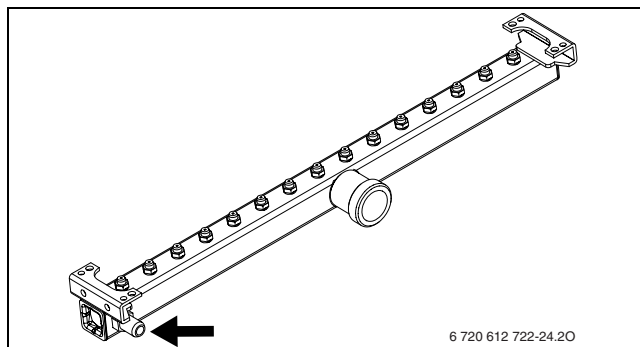

Fig. 54
- ▶ Selon la méthode utilisée : Dévisser légèrement la vis de la prise de pression (→ fig. 54, page 40) située sur la rampe d'injecteurs et brancher un manomètre à cette prise.
- Selon la méthode utilisée : Dévisser légèrement la vis de la prise de pression (→ fig. 54, page 40) située sur la rampe d'injecteurs et brancher un manomètre à cette prise.